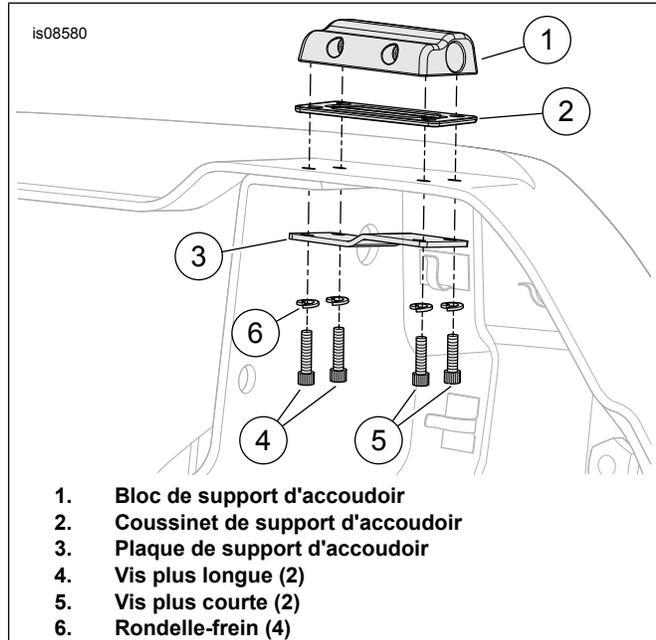

Figure 2. Pose du bloc de support d'accoudoir
5. Voir la figure 2. Placer la plaque de support d'accoudoir (3) sur le dessous de la carrosserie, dans l'orientation indiquée, en alignant les trous.
6. À l'aide des vis plus longues (4) à l'arrière, fixer le bloc de support d'accoudoir (1), le coussinet (2) et la plaque (3) sur la carrosserie. Serrer.